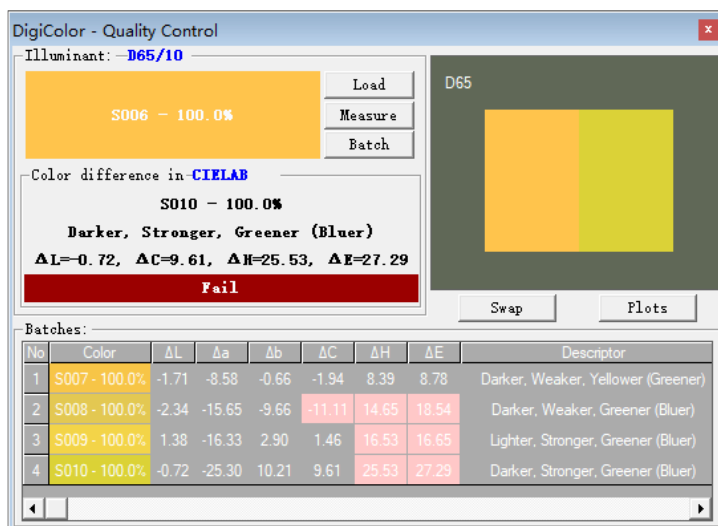

图 7-11 Imaging QC 图像 QC 界面
- 通过 **View**，打开“Image QC”窗口，如图 7-11；